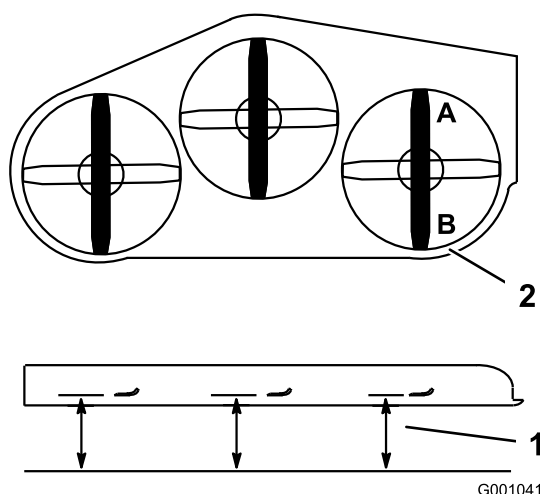

Figure 92
2. Tournez une lame dans le sens longitudinal. Mesurez la distance aux points **A** et **B** entre une surface plane et le bord coupant des pointes des lames (Figure 92).